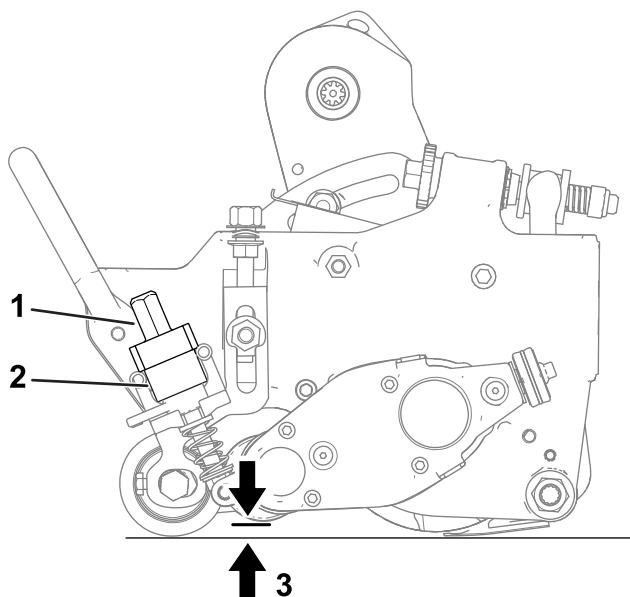

図 19
- A. クイックアップレバー 図 19 を作動位置レバーが Cuttingユニットの前方に向いている状態にする。
- B. グルーマリール的一端側で、ブレードの一番低い刃先と床との距離を測る 図 19。高さ調
整ノブ 図 19 を使って、グルーマの刃先の高さを希望の高さに調整する。